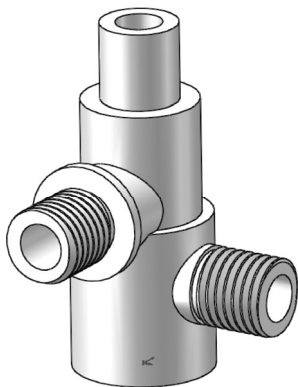

图 13-99 创建螺纹实体
**07** 重复步骤 **01** ~ **04**，在另一侧创建参数相同的螺纹，结果如图 13-99 所示。
**3** 设置基准面。单击图 13-99 中的下底面，然后单击“前导视图”工具栏中的“正视于”按钮，将该表面作为绘制图形的基准面。